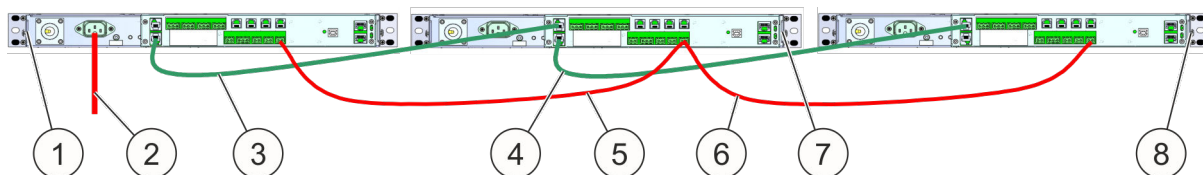

Fig. 34 : Alimentation en énergie et câble de données
1. ➤ Raccorder l'alimentation électrique (Fig. 34 /2) de 100 – 240 V AC au niveau du maître (Fig. 34 /1).
2. ➤ Établir l'alimentation en tension (Fig. 34 /5) entre le maître et le premier esclave (Fig. 34 /7). Voir également ↪ *Chapitre 3.3.6 »Alimentation en tension«* à la page 26.
3. ➤ Établir l'alimentation en tension (Fig. 34 /6) entre le premier esclave et l'esclave suivant (Fig. 34 /8).
5. ➤ Raccorder le câble de raccordement du *bus CAN (maître/esclave)* (Fig. 34 /3) entre le maître et le premier esclave.
6. ➤ Raccorder le câble de raccordement du *bus CAN (maître/esclave)* (Fig. 34 /4) entre le premier esclave et l'esclave suivant.